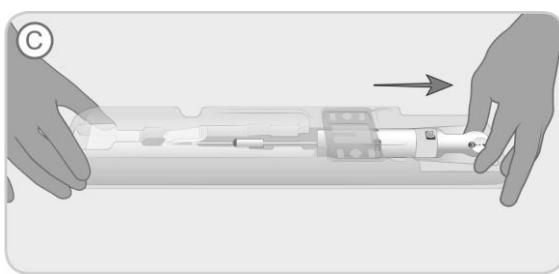

Abbildung 4. Ziehen des Gerätegriffs bis zum festen Anschlag.
- C. Die Schale festhalten und den Hinterteil des Griffes (Entriegelungsnocke) ergreifen und daran ziehen, bis ein fester Anschlag erreicht wurde (auf der Schale mit „C“ gekennzeichnet) (siehe Abbildung 4). Das Implantat wird jetzt in die Ladekanüle gefaltet.